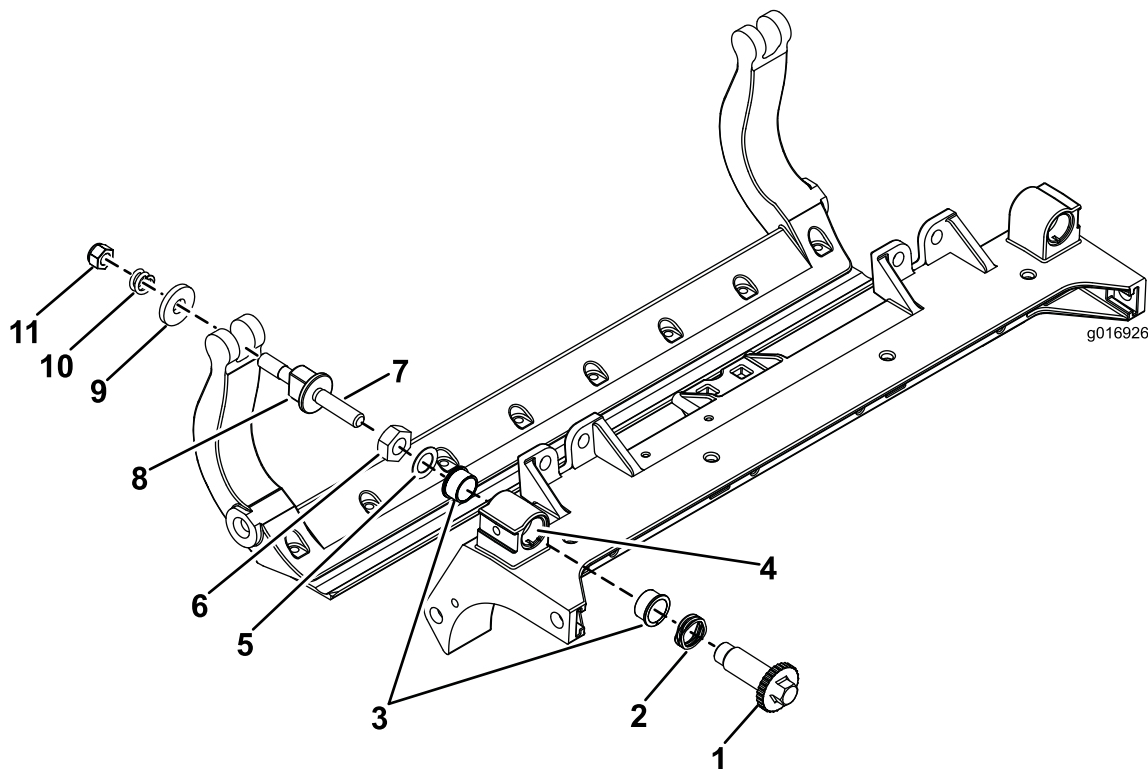

Figure 30
1. Déposez toutes les pièces (voir les *Instructions d'installation* du Kit DPA renforcé, modèle n° 120-7230 et Figure 30).
2. Appliquez du produit antigrippage “Never Seize” à l'intérieur du logement des bagues sur le cadre central du plateau de coupe (Figure 30).
3. Alignez les clavettes des bagues à embases sur les fentes de leur logement sur le cadre, et mettez les bagues en place (Figure 30).
4. Posez une rondelle ondulée sur l'axe de réglage et insérez l'axe dans les bagues à embase sur le cadre du plateau de coupe (Figure 30).
5. Fixez l'axe de réglage avec une rondelle plate et un contre-écrou (Figure 30). Serrez le contre-écrou à un couple de 20 à 27 Nm.
9. Fixez la barre d'appui sur chaque plaque latérale avec les boulons (munis d'écrous) et 6 rondelles. Une rondelle en nylon doit être placée de chaque côté du bossage de la plaque latérale. Placez une rondelle en acier à l'extérieur de chaque rondelle en nylon (Figure 30). Serrez les boulons de la contre-barre à un couple de 37 à 45 Nm. Serrez les contre-écrous jusqu'à ce que les rondelles d'acier extérieures cessent de tourner et que le jeu axial soit supprimé, mais ne serrez pas excessivement et ne faites pas fléchir les plaques latérales. Les rondelles peuvent présenter un espace à l'intérieur (Figure 30).
10. Serrez l'écrou sur chaque vis de réglage de la barre d'appui jusqu'à ce que le ressort de compression soit complètement comprimé, puis desserrez l'écrou de 1/2 tour (Figure 30).